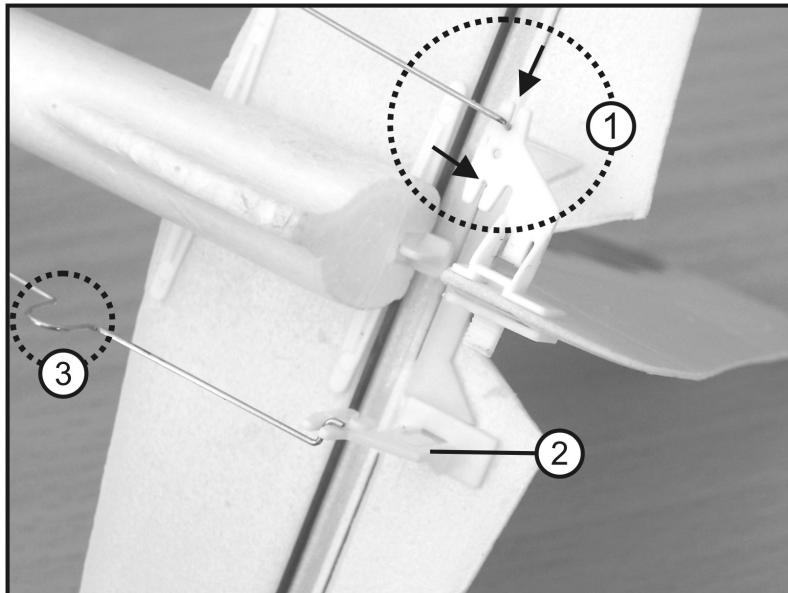

Figure 11
Si la gouverne de direction et la gouverne de profondeur ne sont pas parfaitement alignées en position médiane du compensateur sur l'émetteur, il est par ex. possible de corriger avec précision l'alignement de la gouverne de direction ou de la gouverne de profondeur (comme représenté sur la figure 11, n° 3) en se servant de la courbure du fil d'asservissement. Le cas échéant, vous pouvez légèrement réduire ou augmenter cette courbure. À cet effet, employez soit une pince pointue soit une pincette et travaillez avec le doigté nécessaire.
- La figure 11, n° 1 (gouverne de direction) et la figure 11, n° 2 (gouverne de profondeur) montrent le fil d'asservissement clippé à l'extérieur du guignol de la gouverne au niveau de l'articulation des gouvernes. Les pilotes expérimentés, qui souhaitent des débattements plus importants au niveau de direction et de profondeur, peuvent clipser à l'intérieur les fils d'asservissement respectivement clippés à l'extérieur (voir flèche). À cet effet, employez une pince pointue et travaillez avec précaution afin de ne pas endommager le modèle réduit.